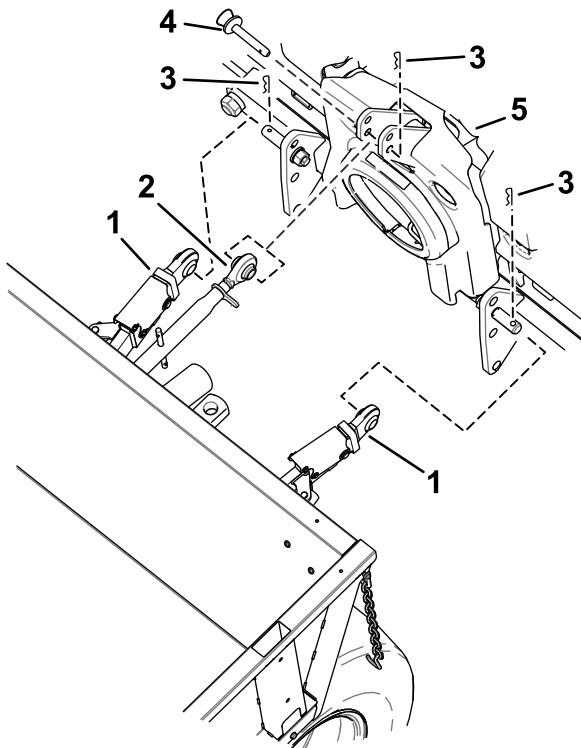

Figure 29
1. Faites reculer la machine lentement et alignez les bras de traction sur les accouplements inférieurs de l'outil (Figure 29).
2. Fixez les bras de traction à l'outil (Figure 29).
3. Placez le bras supérieur sur l'accouplement supérieur de l'outil (Figure 29).
4. Fixez le bras supérieur à l'outil (Figure 29).
4. Déposez le bras supérieur de l'outil (Figure 29).
5. Déposez les bras de traction de l'outil (Figure 29).